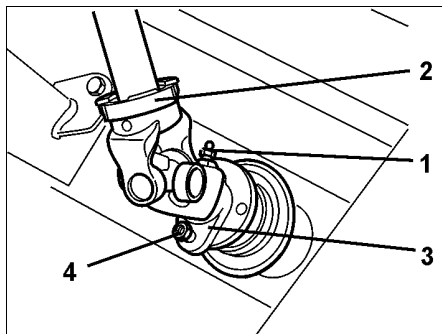

Fig. 26
- Lossa smörjnippel (Fig. 26/1) och montera kraftöverföringsaxeln (Fig. 26/2)
- Fäst anslutningsgaffeln (Fig. 26/3) med brytbulten (Fig. 26/4)
- Drag åt smörjnippeln (Fig. 26/1)